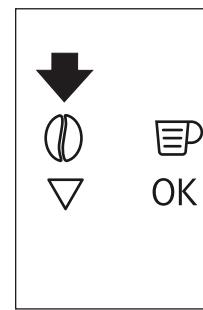

Fig. 15
- Pulse el icono **ø** (B4) (Fig. 15) y seleccione la función de café premolido.